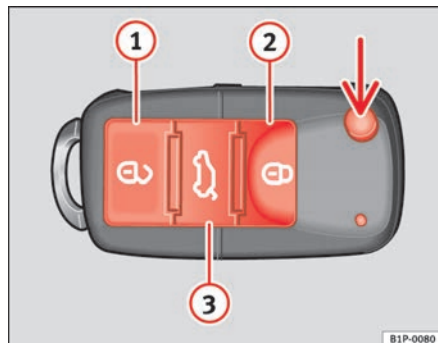
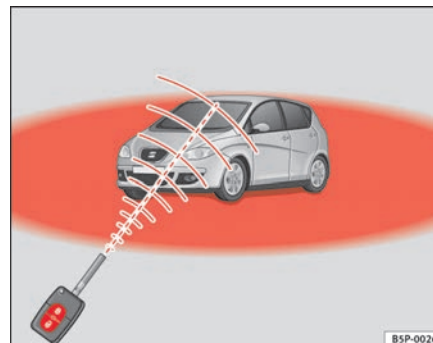

Fig. 64 Teclas de la llave con mando a distancia
Fig. 65 Radio de acción del mando a distancia por radiofrecuencia
Con la tecla → fig. 64 (flecha) del mando, se desbloquea el paletón de la llave.
Desbloqueo del vehículo → fig. 64 ①.
Bloqueo del vehículo . → fig. 64 ②
Desbloqueo del portón trasero. Pulse la tecla → fig. 64 ③ hasta que todos los intermitentes del vehículo parpadeen brevemente. Al pulsar la tecla de desbloqueo ③, dispone de 2 minutos para abrir el portón. Una vez transcurrido este tiempo se bloqueará de nuevo.
Además, el testigo de la pila de la llave → fig. 64, parpadea.
Pulsando una vez la tecla → fig. 64 ①, se abrirá sólo la puerta del conductor, permaneciendo el resto cerradas.
Pulsando dos veces la tecla  ⇒ **página 105, fig. 64** , se desbloquearán todas las puertas.
- El mando a distancia por radiofrecuencia funciona únicamente dentro de su radio de acción ⇒ **página 105, fig. 65** (zona roja).
- Utilice las dos llaves que se entregan con el vehículo, la llave provista de emisor de radiofrecuencia y la llave convencional ⇒ **página 105, fig. 64** ⇒ **página 105, fig. 65.**
⇒ página 105, fig. 64 ⇒ página 105, fig. 65 desde la cerradura de la puerta del conductor.